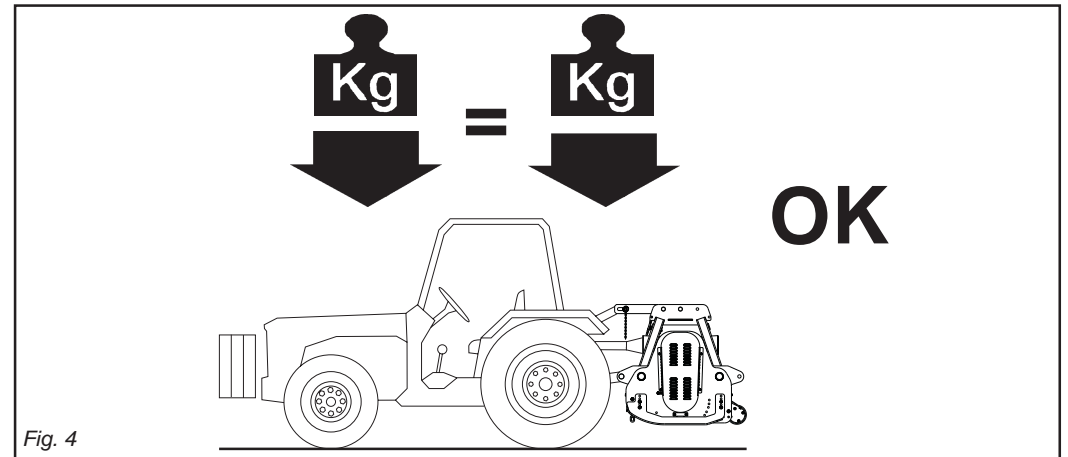

Fig. 4
- 8) L'applicazione della macchina al trattore, comporta una diversa distribuzione dei pesi sugli assi. È consigliabile pertanto aggiungere apposite zavorre nella parte anteriore del trattore in modo da ripartire adeguatamente il peso sugli assi (Fig. 4).
- 8) *Assembly of a implement on the tractor will shift the weights on the axles. It is therefore advisable to add weights to the front part of the tractor in order to balance the weights on the axles themselves (Fig. 4).*
- 8) *L'application d'un équipement supplémentaire au tracteur entraîne une répartition différente des poids sur les essieux. Ajoutez donc les masses de lestage nécessaires à l'avant du tracteur de manière à équilibrer les poids (Fig. 4).*
- 8) Der Anbau eines Zusatzgerätes am Schlepper führt zur Verlagerung der Achslasten. Am Schlepper ist daher Frontballast anzubringen, um das Gleichgewicht wieder herzustellen (Abb. 4).
- 8) La aplicación de un equipo adicional al tractor, implica una distribución del peso distinta sobre los ejes. Es aconsejable por lo tanto agregar oportunos contrapesos en la parte delantera del tractor para así equilibrar los pesos sobre los ejes (Fig. 4).